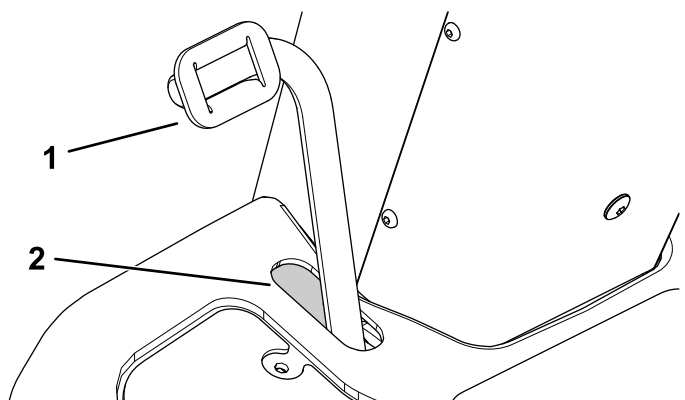

Figure 86
1. Appuyez sur la pédale de frein pour vérifier que l'espace est suffisant à l'avant de la fente (Figure 86).